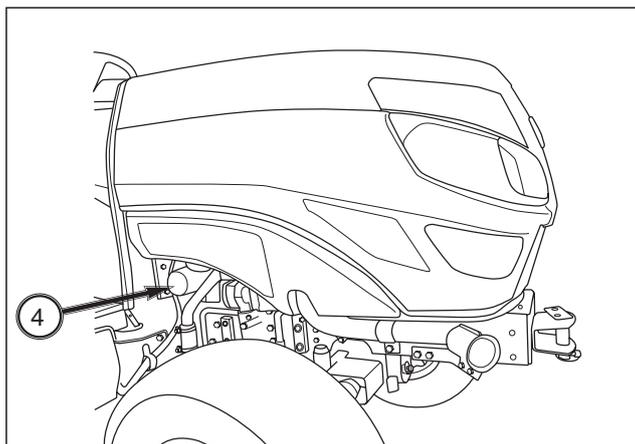

FIG. 153
FIG. 153: Para reemplazar el filtro de aceite de motor: retire el elemento (4) del motor y deséchelo. Asegúrese de que se ha retirado la junta original del filtro.